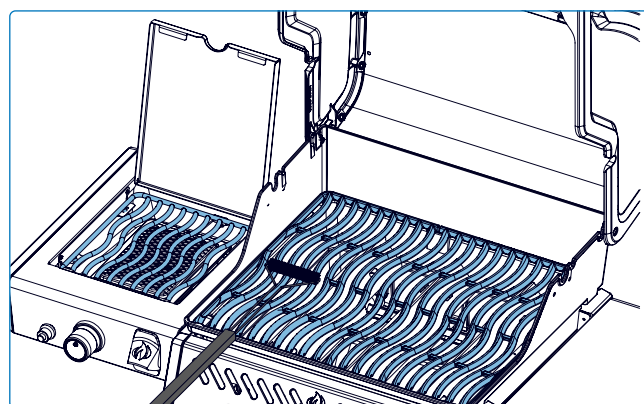

Fig. 20
- Pour nettoyer, préchauffez le gril et utilisez une brosse métallique pour éliminer les résidus alimentaires (**Fig. 20**)